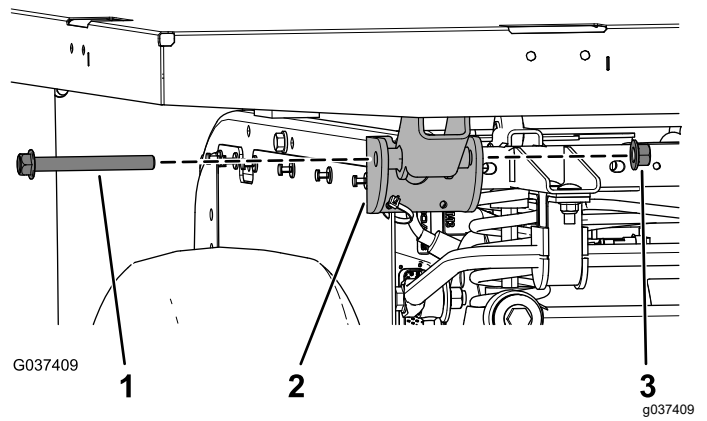

**Figura 7**
3. Instale los 2 soportes de apoyo de la plataforma en los apoyos de los asientos con 4 tornillos autorroscantes (5/16" x 3/4"), tal y como se muestra en la Figura 7.